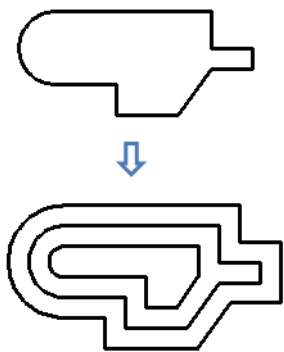

图 4-19 偏移多段线示例
- 二维多段线是作为单个线段来偏移的，在线段之间会产生交点或间隙，因此要完成偏移，应修剪相交线或填充间隙。系统变量 `OFFSETGAPTYPE` 控制着偏移多段线时处理线段之间的潜在间隙的方式，其默认值为“0”，表示将线段延伸到投影交点；当将其值设置为 1 时，将线段在其投影交点处进行圆角，每个圆弧段的半径等于偏移距离；当将其值设置为“2”时，将线段在其投影交点处进行倒角，在原始对象上从每个倒角到其相应顶点的垂直距离等于偏移距离。偏移多段线的典型示例如图 4-19 所示，该实例的系统变量 `OFFSETGAPTYPE` 的默认值为“0”。